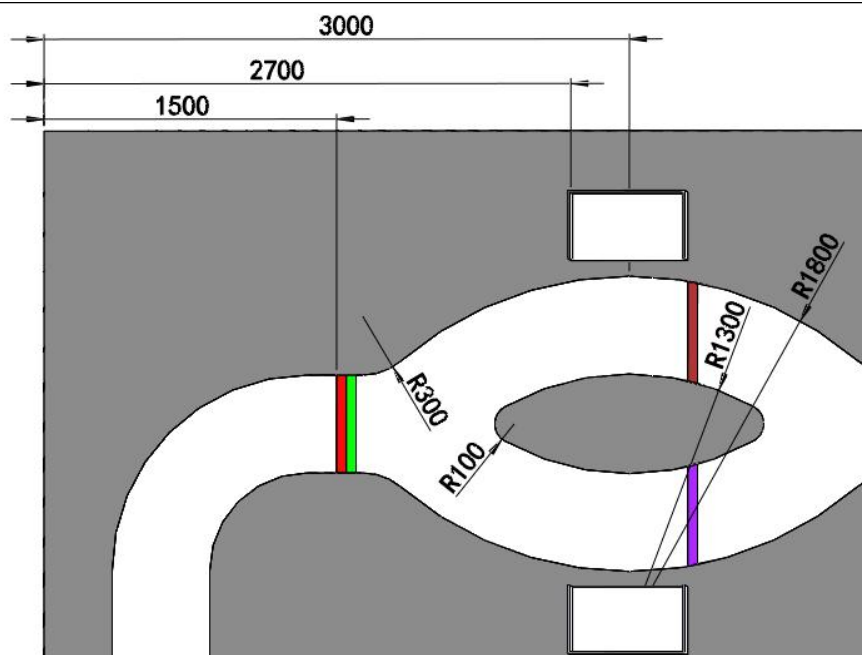

图 8 分岔路标识示意图（单位：mm）
2.分岔路：如图 8 所示，距离比赛场地边沿 1500mm 处印有 $500 \times 100\text{mm}$ 的红绿色带，红色和绿色色带宽度均为 50mm。